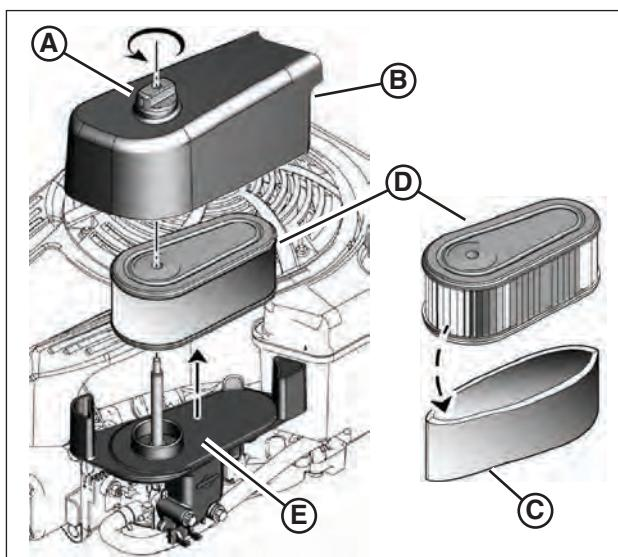

Figure 15 : Filtre à air et dépoussiéreur
1. Enlever l'attache (**A**, Figure 15) et le couvercle du filtre à air (**B**).